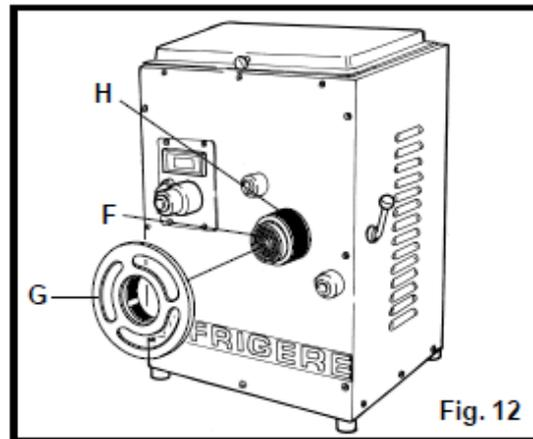

Fig. 12
- 4) montare quindi la piastra forata (F), inserendola nel verso corretto come illustrato in fig.12 con il mozzo verso l'esterno, quindi avvitare per ultima la ghiera di bloccaggio (G) sul filetto del bocchettone (H) serrandola senza forzare.